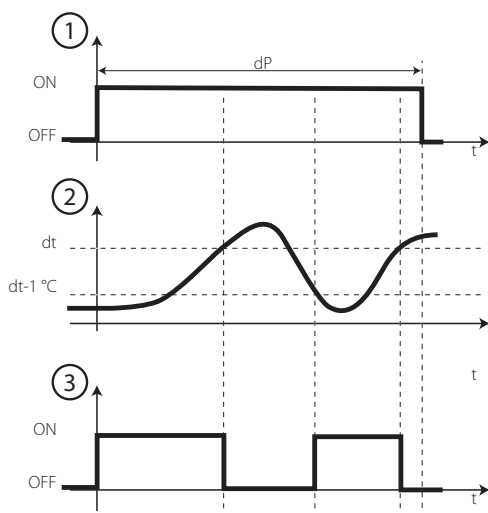

Fig. 4.g
- por tiempo con control de temperatura (sólo resistencia); durante un tiempo programable: la salida de desescarche sólo se activa cuando la temperatura está por debajo del umbral de fin de desescarche, garantizando el ahorro energético y el desescarche del evaporador incluso en las situaciones más difíciles (ver Fig. 4.g).